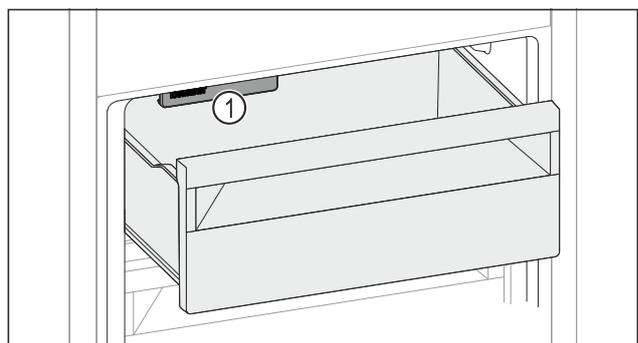

Fig. 155
- ▶ Tenere in considerazione l'IceMaker Fig. 155 (1).